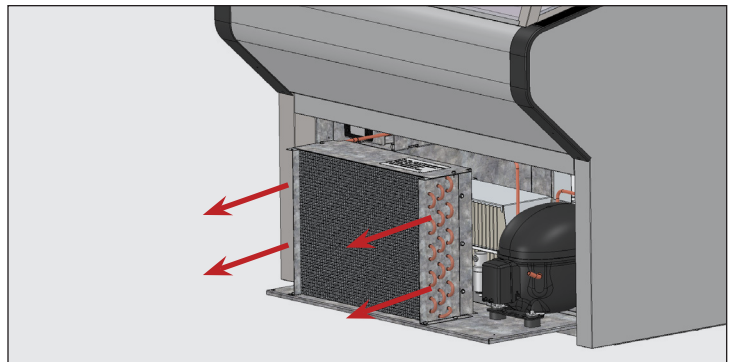

Abb. 6. Die Verflüssigereinheit vorsichtig herausziehen.
8. Schieben Sie den Verflüssiger vorsichtig heraus (die Schlauchverbindungen sind flexibel). Die Spule vorsichtig mit Druckluft oder CO₂ durchblasen, bis sie sauber ist. Siehe Abb. 6.